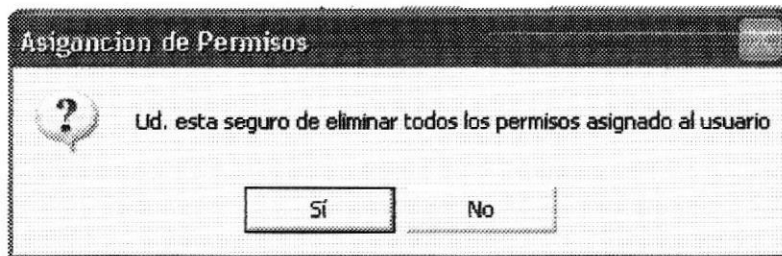

Figura 7.9. Información de asignación de usuario.
3. Habiendo ejecutado el paso 1 y 2 se visualizará la pantalla de Asignación de Permisos como se muestra en la figura 7.9.